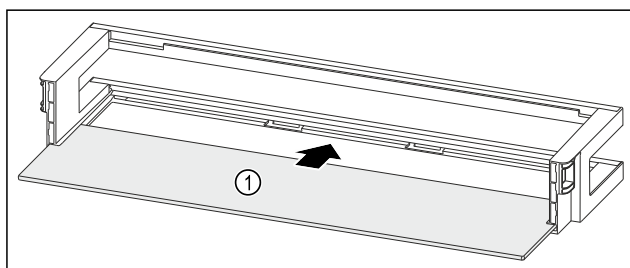

Fig. 139 Balconnet de contre-porte avec tablette de rangement
- Insérer la tablette de rangement Fig. 139 (1) dans les évidements latéraux.